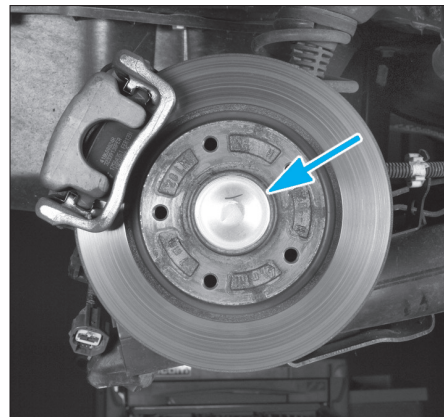

FIG. 12
- le capuchon de l'écrou de moyeu (Fig.12),